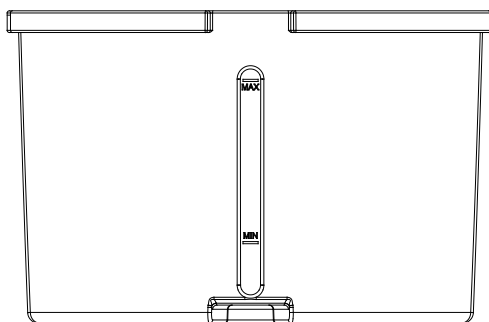

Fig.5
- Pour le remplissage manuel de l'eau, repérez l'indicateur de niveau à l'avant du rafraîchisseur d'air (Fig. 5).
- Ne remplissez pas l'eau au-delà du niveau maximum. (Fig. 5).